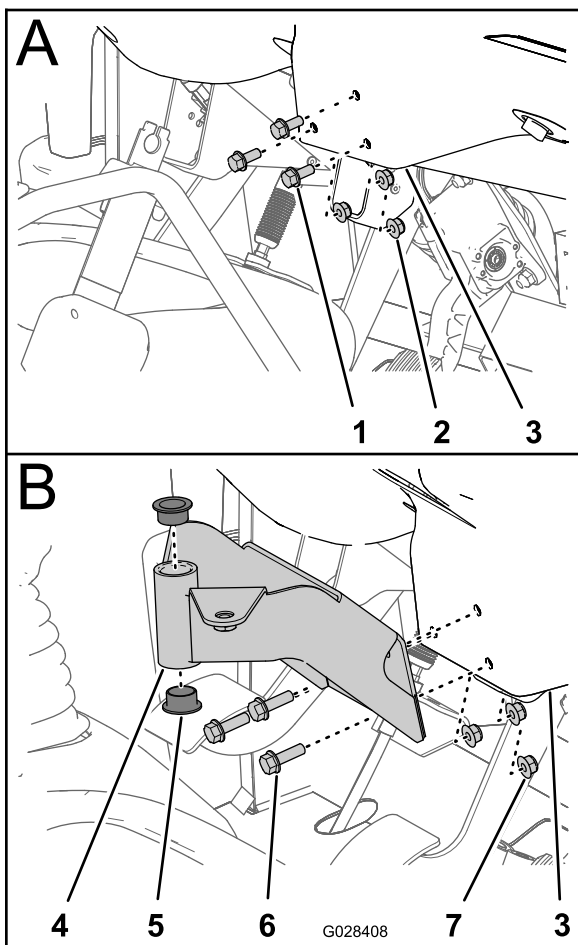

Figura 17
1. Demontai cele 3 uruburi și 3 piulițe care fixează porțiunea centrală inferioară a panoului tabloului de bord pe suportul de susținere a tabloului de bord (Figura 17).
2. Aliniază orificiile din suportul de montaj pentru consola de comandă cu orificiile din tabloul de bord și suportul de susinere (Figura 17).
4. Strângeți uruburile și piulițele la (Figura 17).
5. Introduceți cele 2 buce de plastic în suportul de montaj (Figura 17).